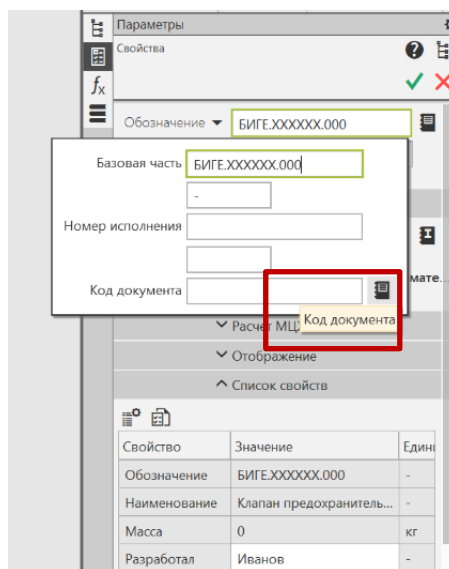
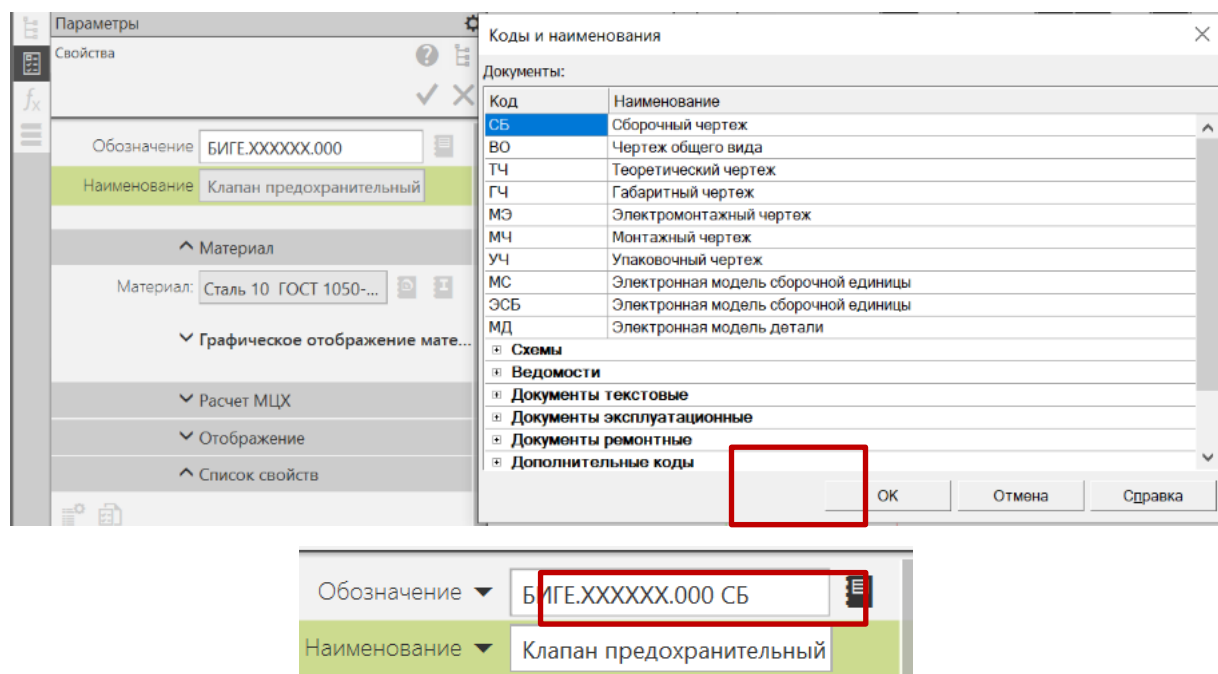

Рис. 2 Свойства модели сборки
Рис. 3 Добавления кода СБ к обозначению сборки
- Назначить свойства сборки – наименование (Клапан предохранительный), обозначение (БИГЕ.ХХХХХХ.000) (рис. 2).
- **Код документа – Сборочный чертеж.** Для добавления кода СБ в обозначения сборки кликнуть по вкладке «Код документа» (см. рис. 2). В открывшемся окне из списка документов выбрать Сборочный чертеж (рис. 3).